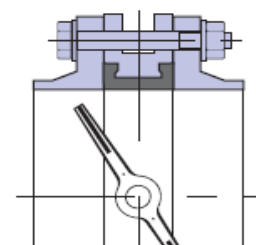

Рис. 6
- 7) Затяните болты (шпильки) так, чтобы фланцы и корпус (металлическая часть) затвора соприкасались. Затяжка болтов на межфланцевых соединениях должна быть равномерной по всему периметру. Медленно закройте и откройте дисковый поворотный затвор. Если установка затвора была проведена правильно, затвор должен свободно открываться и закрываться (рис. 6).